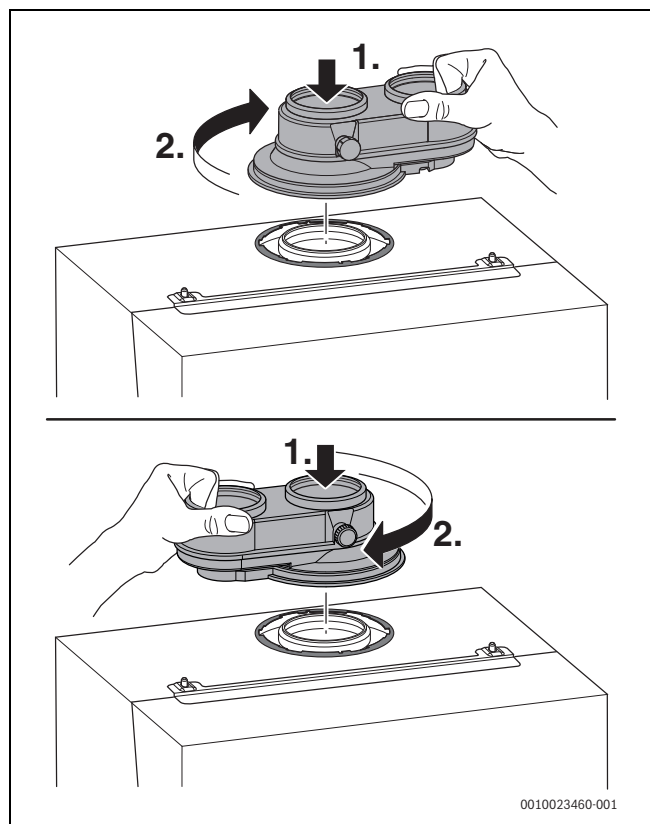

Fig. 31 Montaggio e smontaggio dell'adattatore tipo sdoppiato Ø 80/80
- ▶ Collegare al manicotto di raccordo concentrico dei gas combusti l'adattatore tipo sdoppiato presente nella fornitura (→ fig. 31).